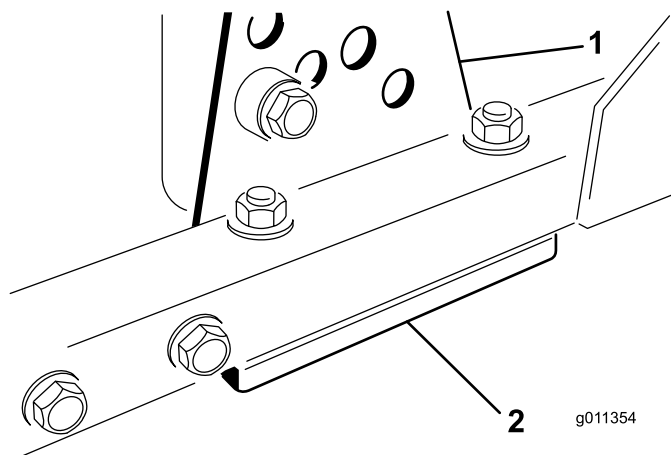

Рисунок 74
- Снимите кронштейн высоты скашивания (передний, левый или правый) с рамы деки (Рисунок 74).
- Установите регулировочные прокладки толщиной 1,5 мм и/или 0,7 мм между рамой деки и кронштейном, чтобы получить необходимую настройку высоты (Рисунок 74).